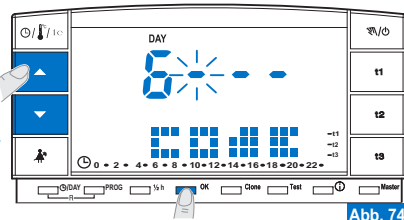
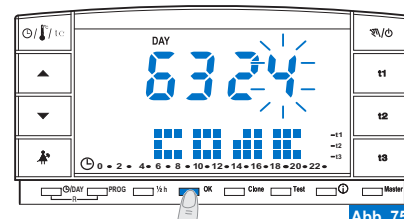

Abb. 74
Abb. 75
- Geben Sie über die Tasten , , die gewünschte Nummer ein; bestätigen Sie mit der Taste **OK** (Bsp. Abb. 74). Wiederholen Sie dasselbe Verfahren für die anderen drei Striche (Bsp. Abb. 75).
- Geben Sie über die Tasten ▲▼ das aktuelle Passwort ein; bestätigen Sie jeden Wert mit der Taste **OK** (Beispiel in Abb. 75).